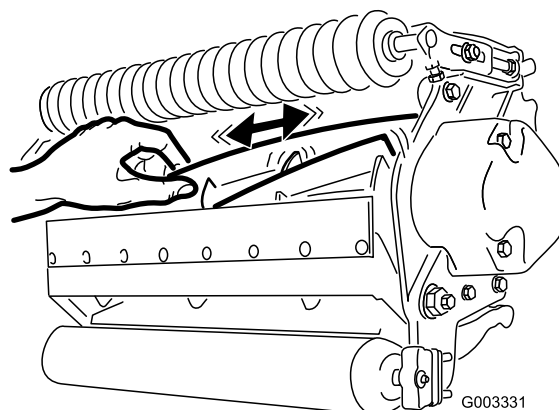

Bild 27
2. Halten Sie das Spindelmesser mit einem dicken Handrad oder einem Lappen fest und versuchen Sie, die Spindel von einer Seite zur anderen zu bewegen (Bild 27).